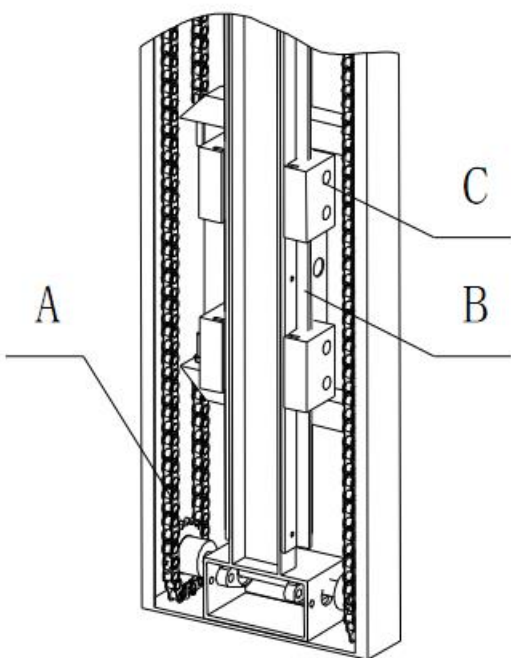

Рис. 5-1
1.1 Откройте крышку двигателя, осторожно смажьте звездочку цепной передачи А и цепной привод смазкой (Рис. 5-1) (рекомендуется проводить смазку каждые три месяца).
1.2 Смажьте направляющую подъемного устройства В (отрезок хода скользуна С) смазкой (Рис. 5-1) (рекомендуется проводить смазку каждый месяц)